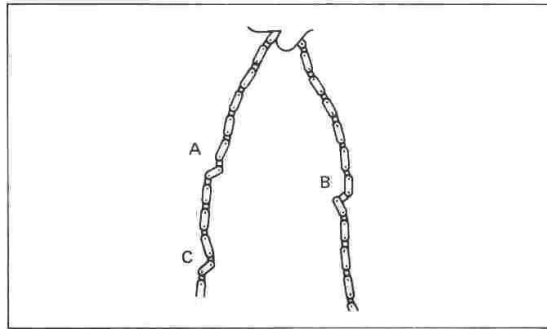

Fig. 5-6-6
2. Check the chain for stiffness. Hold as illustrated. If stiff, soak in solvent solution, clean with wire brush, dry with high pressure air. Oil chain thoroughly and attempt to work out kinks. If still stiff replace. (Fig. 5-6-6)
2. Contrôlez la raideur de la chaîne. Tenez-la comme sur l'illustration. Si elle est raide, trempez-la dans une solution de solvant, nettoyez-la avec une brosse métallique, séchez-la à l'air comprimé. Graissez à fond la chaîne et tentez de venir à bout des tortillements. Si elle est toujours raide, remplacez-la. (Fig. 5-6-6)